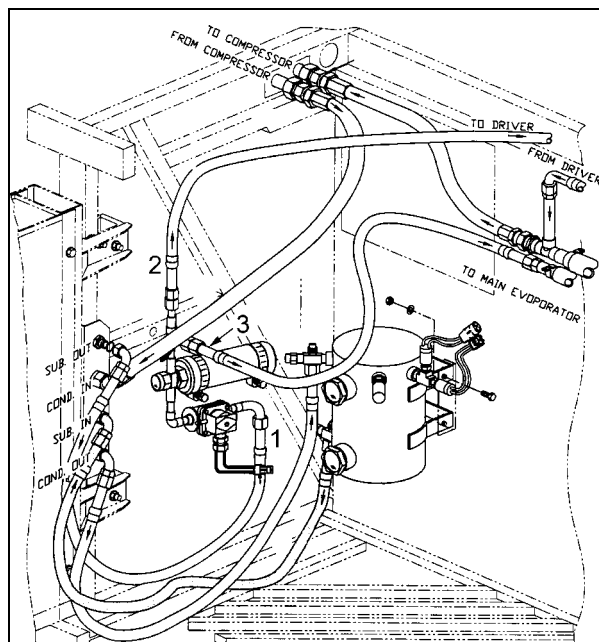

Figure 5: Résultat de l'installation de l'ensemble électrovanne. Pièce ombragée: nouveau tuyau #452383.
3. Retirer le filtre assécheur existant et les tuyaux situés à ses deux extrémités (figure 2). Remplacer ces pièces par le tuyau #452383. Brancher ce nouveau tuyau à la sortie du réservoir de stockage et au raccord SUB IN situé sur la porte du compartiment. Le tuyau ombragé de la figure 5 présente le résultat de cette modification;
8. Installer le filtre assécheur sur l'ensemble électrovanne. Le résultat de ce montage est présenté à la figure 5;